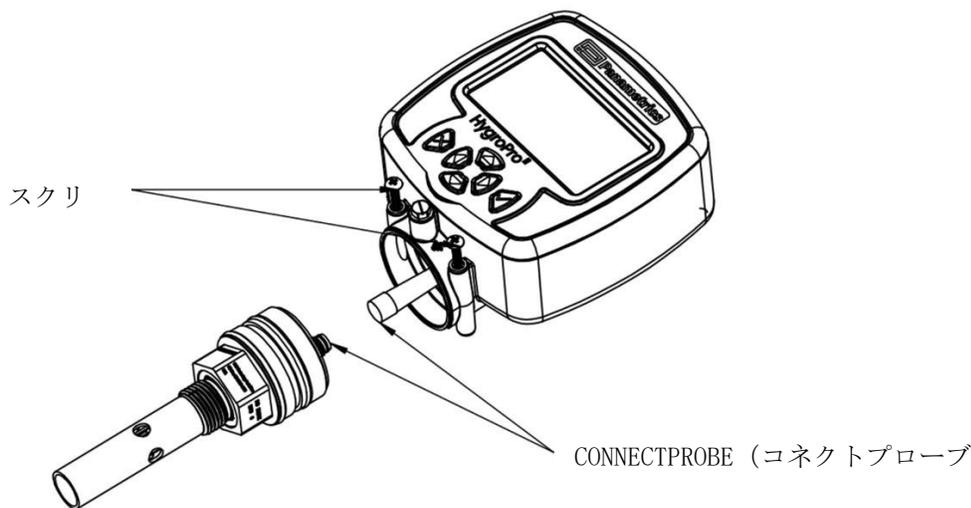

図18:送信機からハイグロIIRTEプローブを削除する
ハイグロIIRTEプローブは下の図18に示すように、2つのショルダーネジを緩めて、内部M8コネクタケーブルを外せば、簡単に取り外すことができます。送信機からプローブを取り外すには、上の図17を参照して、次の手順に従います。
4. プローブ上部のロックナットを回して、内部黄色プローブケーブルの M8 コネクタを外します。その後、プローブを取り外します（図18参照）。